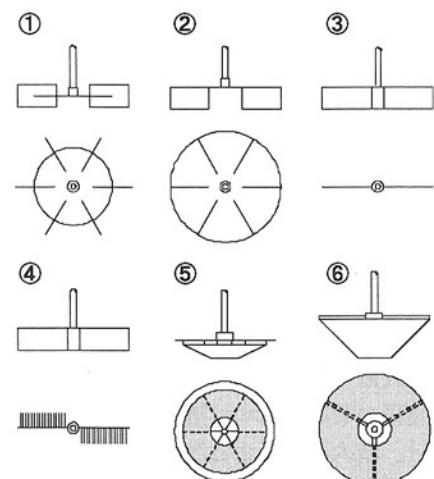

図1 回転部を持つ消泡装置：①六枚平羽根タービン、②六枚下付羽根タービン、③二枚羽根パドル、④ニードル付二枚羽根パドル、⑤コニカルローター、⑥逆円錐台型装置
回転部を持つ消泡装置は、消泡装置の中で最も一般的な装置である。図1に、消泡装置の例を示す。①～④は、翼タイプの装置である。このタイプの装置を回転させると、翼の下部が負圧となり吸引力が発生し、翼近傍の泡は吸い